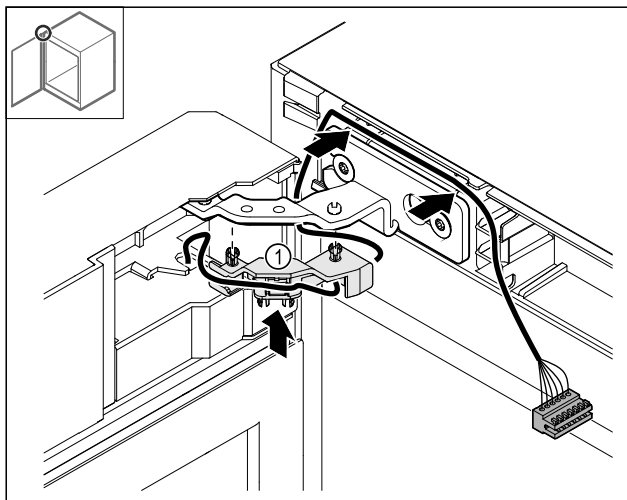

Fig. 48
- Wcisnąć uchwyt kabla Fig. 48 (1) do zawiasu.